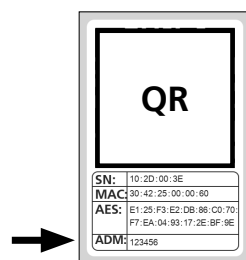

Fig. 3
③ Recibirá un mensaje que le pedirá escanear con la cámara de su smartphone el código QR del cilindro que se adjunta. El código QR se encuentra en el adhesivo que acompaña al embalaje (Fig. 3).
! **Atención:** Con el juego se adjuntan dos adhesivos con códigos QR para el cilindro y el teclado. Podrá identificar el código QR necesario para el cilindro junto al código de seguridad, en la parte inferior del adhesivo, indicado como «ADM» (Fig. 3).